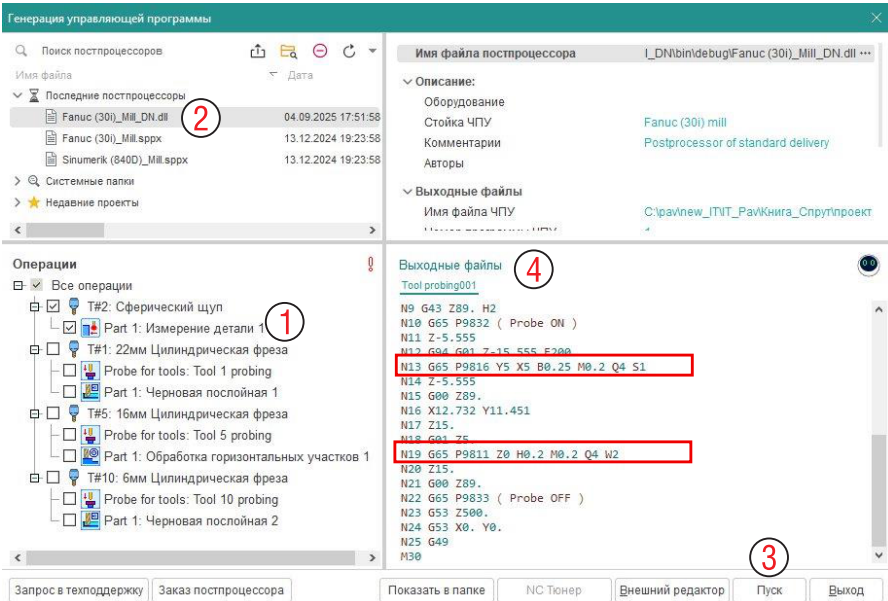

Рис. 15-11. Окно постпроцессирования и формат кадра операций измерения.
В списке операций оставьте только операцию измерения (1 на рис. 15-11), задайте постпроцессор (2). Нажмите **Пуск** (3). Текст УП появится в окне **Выходные файлы** (4).